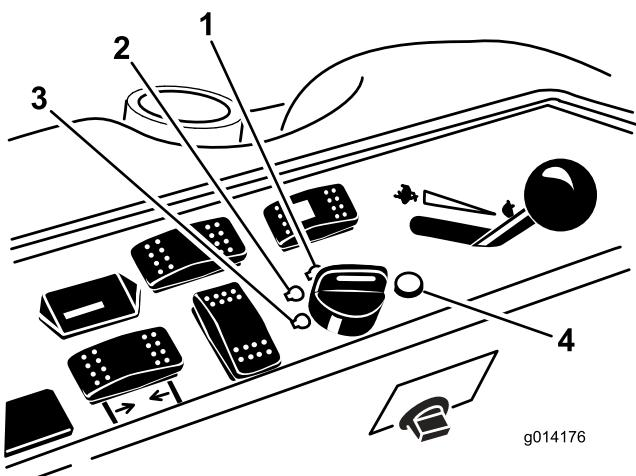

Рисунок 10
6. Поверните ключ в замке зажигания по часовой стрелке в положение Run ("Работа") (Рисунок 10).
3. Поверните ключ в замке зажигания в положение "Выкл." (Рисунок 10). Прежде чем покинуть рабочее место, дождитесь остановки всех движущихся частей.